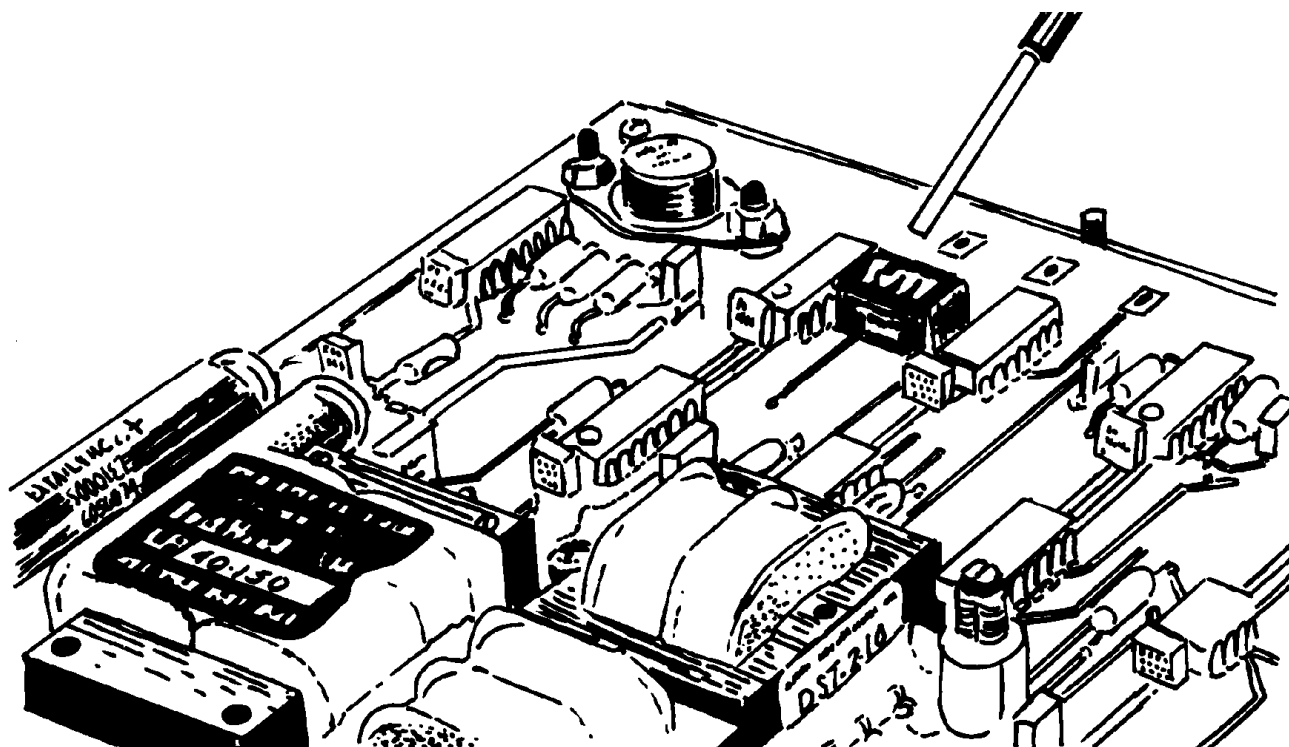

図 4-1. 同期投入角滞在時間設定用スイッチ
3. シンクロナイザのプリント基板の左上部のディップ・スイッチで同期投入角滞在時間を設定します。(図4-1参照)各設定に対するスイッチの位置は、次のとおりです。